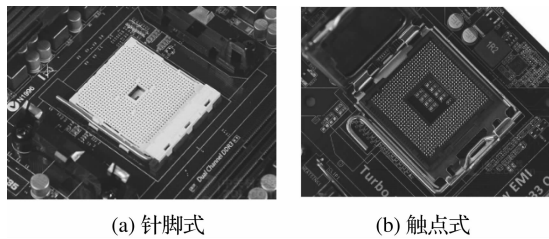

图 1-12 CPU 接口
(1)CPU 插槽。CPU 插槽用于安装中央处理器，主要有 Socket、Slot 两种形式，插槽接口有触点式、针脚式、引脚式、卡式等，现在主流接口方式，Intel CPU 一般为触点式接口，AMD CPU 为针脚式接口，常见主板 CPU 接口如图 1-12 和表 1-1 所示。